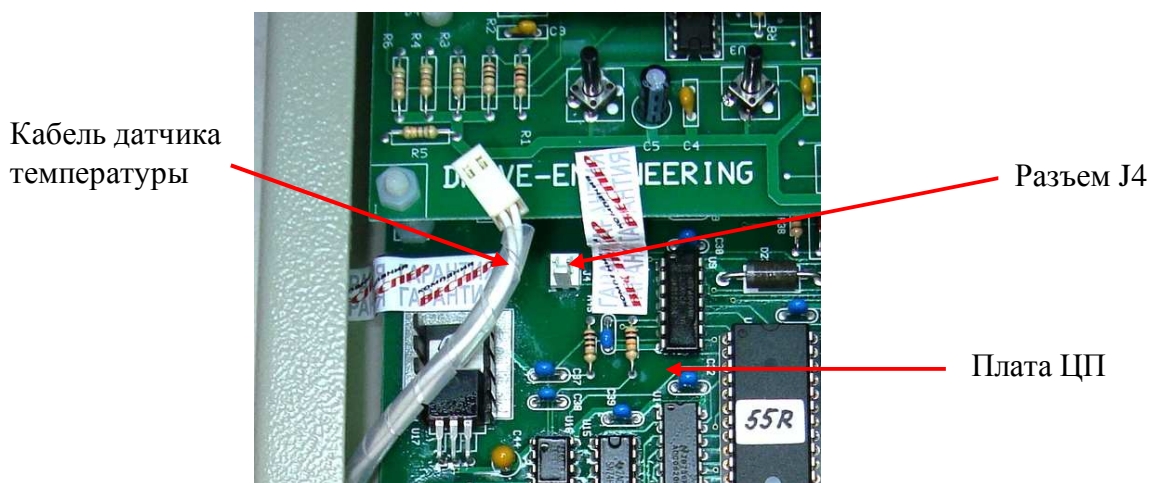

Рис. 4.10. Кабель датчика температуры.
4.11.6. Отключить кабель датчика температуры от разъема J4 платы ЦП (рис. 4.10).